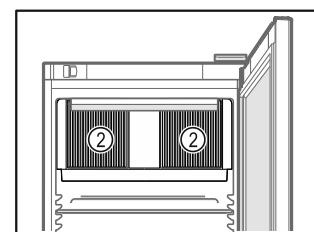

Fig. 31
- Mbani tē lira kanalet e ajrimit Fig. 31 (2) tē ventilatorit tē qarkullimit tē ajrit në hapësirën e brendshme.